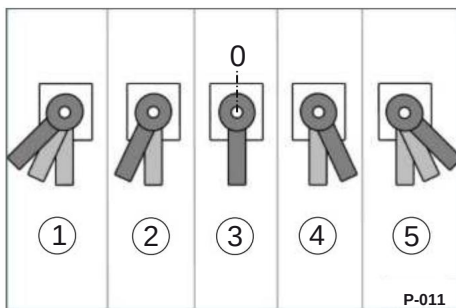

Bild 45 Svängspakens lägen
• Tryck svängspaken inåt och vrid den moturs till symbolen "Lyft" (Bild 45/5).
• Vrid svängspaken vid uppnådd höjd ett steg tillbaka till "STOPP"-läget (Bild 45/4).
ÿ Tryck svängspaken inåt och vrid den medurs till symbolen "Sänk" (Bild 45/1).
ÿ Vrid svängspaken vid uppnådd höjd ett steg tillbaka till "STOPP"-läget (Bild 45/2).